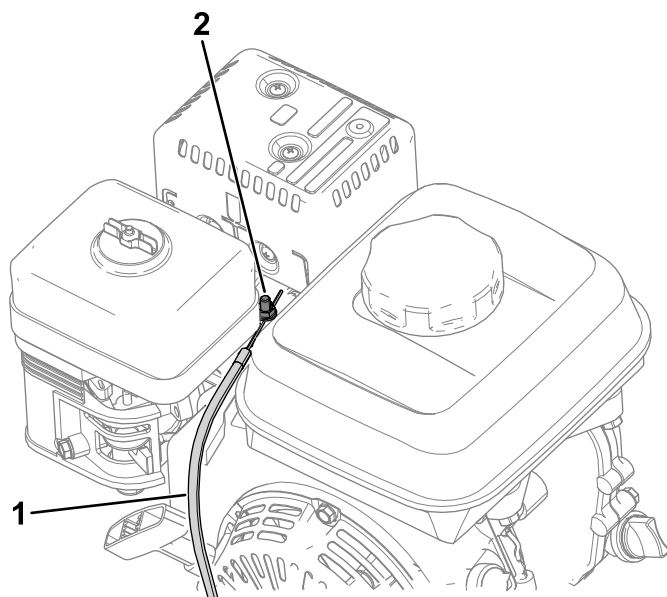

Figura 35
4. Afloje el tornillo en la abrazadera del conducto del cable (Figura 35).